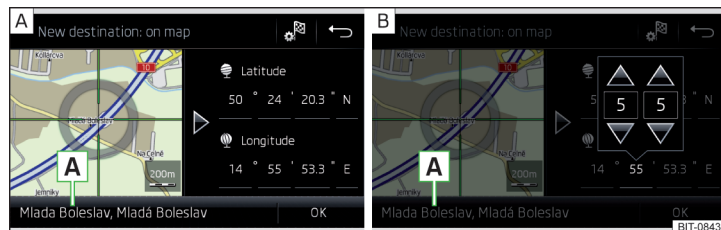

Fig. 219 Saisir la destination : par la position sur la carte/à l'aide des coordonnées GPS
- Déplacez la destination souhaitée sur le réticule en touchant l'écran » fig. 219 - **A**.
- Entrez les coordonnées GPS » fig. 219 - **B**.
Si des informations sont disponibles sur le point indiqué dans les données de navigation de l'appareil, elles sont affichées à la place des coordonnées GPS (par ex. adresse **A** » fig. 219).